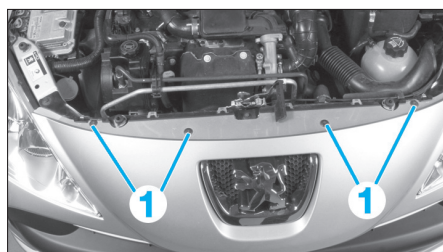

Fig. 39
- Déposer les vis (1) (Fig.39).